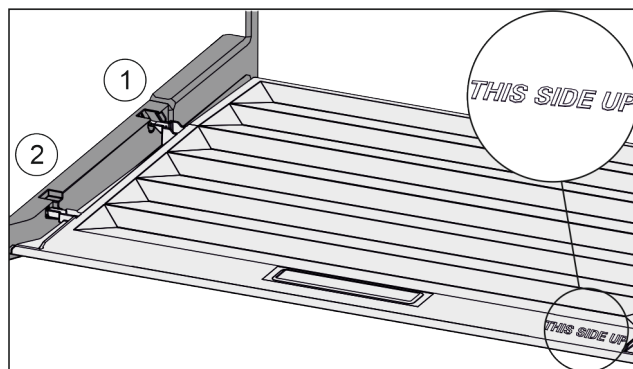

Fig. 40
- ▶ Вставить поперечные ребра крышки через отверстие заднего держателя Fig. 40 (1) и защелкнуть спереди в держателе Fig. 40 (2).